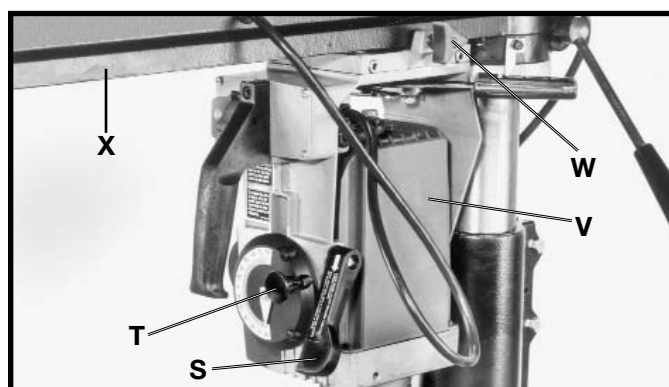
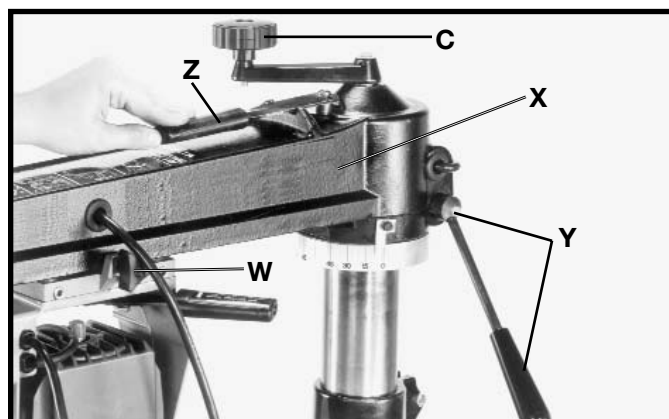
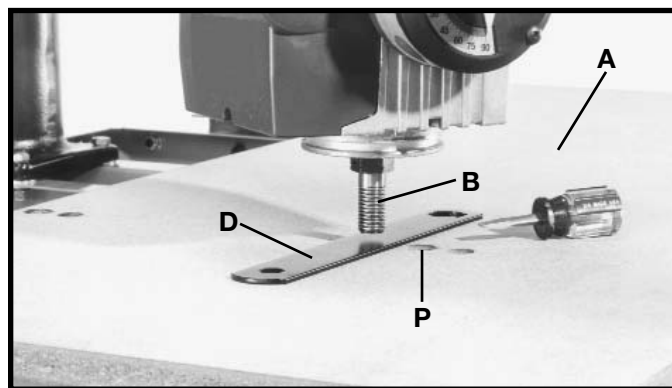

Fig. 23
Fig. 24
Fig. 25
8. Afloje la palanca de abrazadera de biselado (S) Fig. 23, extraiga el perno de índice de biselado (T) y gire el motor (V) a la posición vertical conforme a lo ilustrado hasta que el índice de biselado quede engranado. Apriete entonces la palanca de abrazadera de biselado (S). **AVISO: Si el eje del motor hace contacto con la tabla de mesa antes de que el motor haya girado completamente, levante el brazo guía (X) Fig. 24 haciendo girar la agarradera de elevación (C).**
9. Afloje la perilla de abrazadera del cabezal de corte (W) Fig. 23 y mueva el cabezal de corte al frente del brazo guía (X). Apriete entonces la perilla de abrazadera del cabezal de corte (W).
10. Afloje la abrazadera de agarradera del brazo guía (Y) Fig. 24. **AVISO: La agarradera de abrazadera de pista (Y) tiene un roscado que va hacia la izquierda. Presione la palanca de liberación de índice (Z) hacia abajo y haga pivotar el brazo guía (X) a la izquierda hasta que el eje del motor (B) Fig. 25 se encuentre cerca del tornillo de ajuste delantero izquierdo (P) de la tabla de mesa (A) conforme a lo ilustrado. Apriete entonces la agarradera de abrazadera del brazo guía (Y) Fig. 24.**
11. Coloque una llave de árbol (D) Fig. 25 entre la tabla de mesa (A) y el eje del motor (B). Baje el brazo guía (X) Fig. 24 haciendo girar la agarradera de elevación (C) contra el sentido de las agujas del reloj hasta que el eje del motor (B) Fig. 25 apenas toque la llave del árbol.